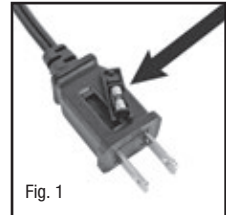
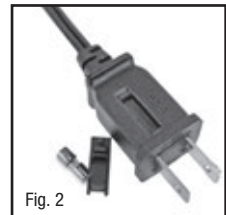

Fig. 1
Fig. 2
- Si su ventilador pierde potencia y sospecha que el fusible de su ventilador se ha fundido, debe primero retirar el sujetador del fusible de repuesto adjunto al cable de corriente (Fig. 1). Retire el fusible de repuesto del sujetador de plástico y déjelo a un lado (Fig. 2).